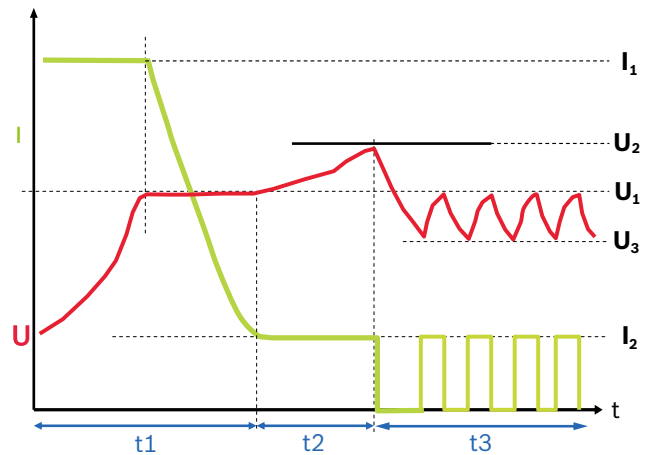

Fig. 3: Curva característica de carga
- 1 Progreso de la carga (ver la curva característica de la carga fig. 3)